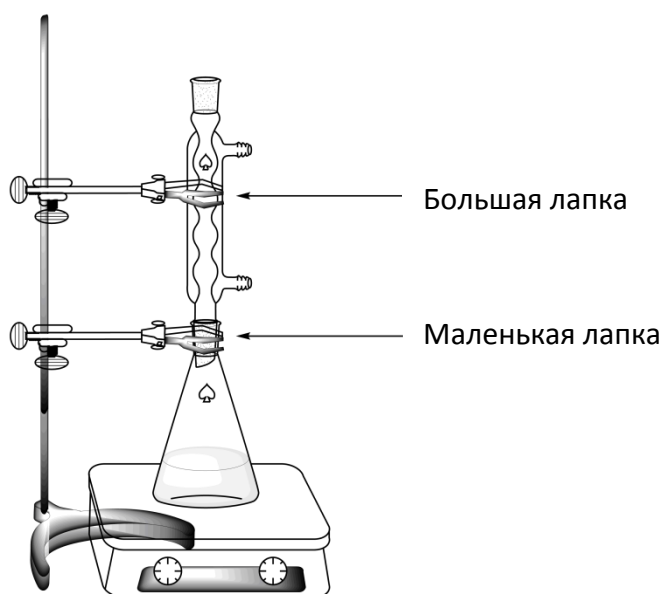

Рисунок 1. Установка для кипячения реакционной смеси с обратным холодильником.
2. **Проведите** перекристаллизацию неочищенного продукта. Перенесите неочищенный продукт с фильтра в коническую колбу со шлифом на 50 мл. Соберите установку как для синтеза на рис. 1. Прилейте минимально необходимое количество приготовленной водно-этанольной смеси. **Поднимите** вашу карточку HELP. Лаборант подойдет для того, чтобы включить воду, перемешивание и нагрев. При необходимости, добавляйте водно-этанольную смесь небольшими порциями через верх холодильника.